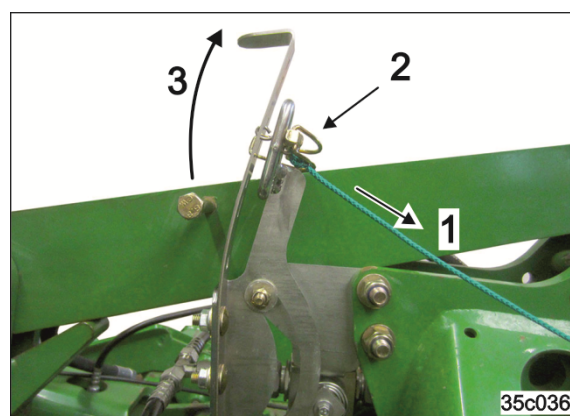

図 141
1. 白いプルロープを操作し、アイレットを連結リンクに通します（図 141/1）。
2. アイレットを R ピンでロックします（図 141/2）。
3. アクティベーションフックは前側の位置に固定されており、調整ねじの動きに巻き込まれません（図 141/3）。